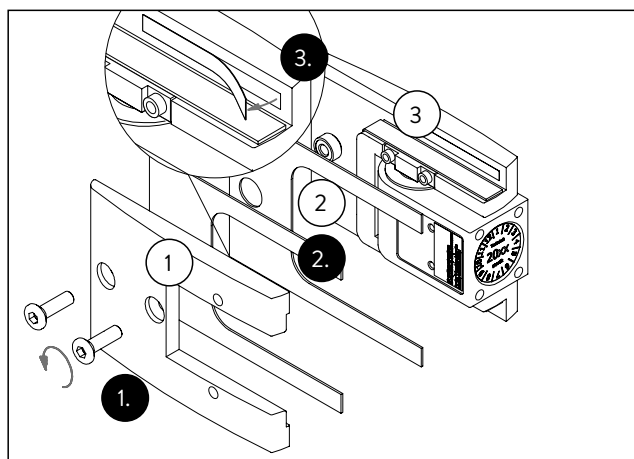

Fig. 14 Préparation des paumelles à rappel
1. Dévisser la contre-plaque (Fig. 14/1).
2. Sélectionner les joints appropriés (Fig. 14/2) selon l'épaisseur du verre (voir tableau chapitre 4.2).